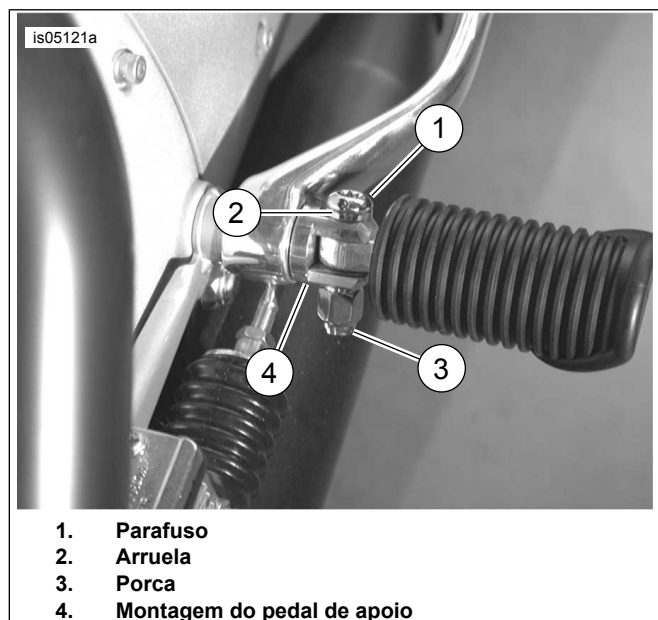

Figura 2. Instalação do parafuso do pedal
2. Veja a figura 2. Instale o pedal com a arruela (2) e o parafuso (1) **novos**.
3. Instale a **nova** porca (3). Aperte.